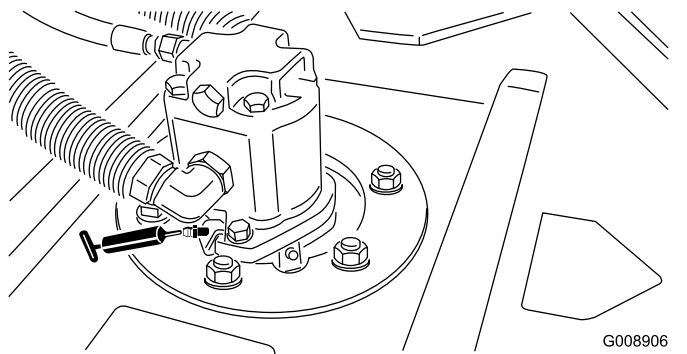

Figura 53
- Cojinetes de los ejes de las unidades de corte (2 por unidad de corte) (Figura 53).